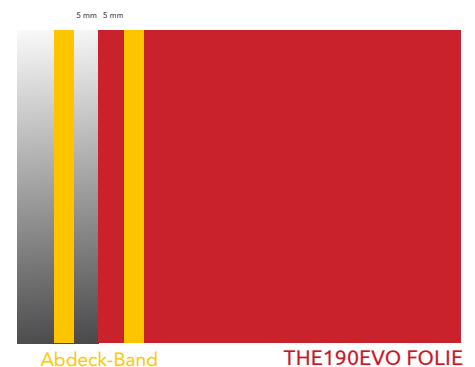

Abbildung 26
- 1 auf der THE190EVO-Folie, 5 mm von ihrem Rand entfernt. (Abb. 26)